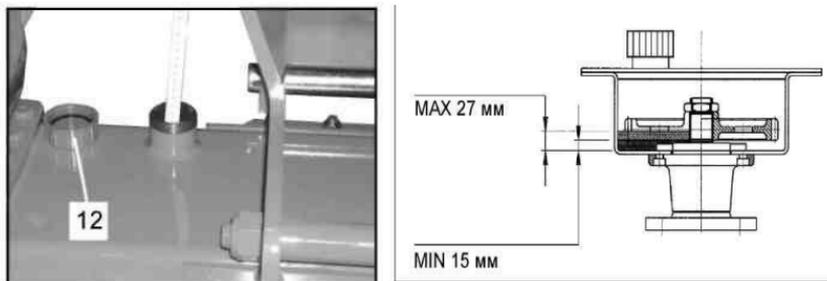

Рисунок 8.2.4 – Контроль уровня масла в трансмиссии
- открутите крышку заливочного отверстия (12) (рисунок 8.2.4), установленную на несущей раме агрегата.